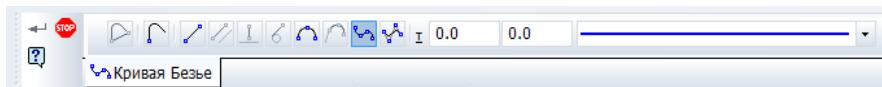

Рис. 1.11. Панель *Кривая Безье*
3. Активизируйте команду *Непрерывный ввод объектов*. На строке параметров объекта активизируйте команду *Кривая Безье*, рис. 1.11. Выберите текущий стиль кривой *Основная*.